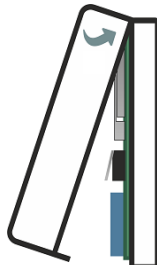

Рисунок 9.6 – Закрытие корпуса модуля
- Закройте корпус модуля и затяните фиксирующий винт (см. рисунок 9.6).